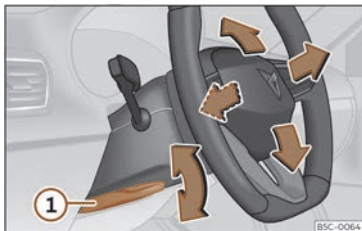

Fig. 94 Panca na parte inferior do lado esquerdo da columna de dirección.
- Tire da panca >>> **fig. 94 ①** cara abaixo, mova o volante á posición desexada e suba a panca de novo ata o punto de peche.
- Tras axustar a columna da dirección, empurre firmemente a panca >>> **fig. 94 ①** cara arriba para que o volante non cambie de posición accidentalmente durante a marcha.